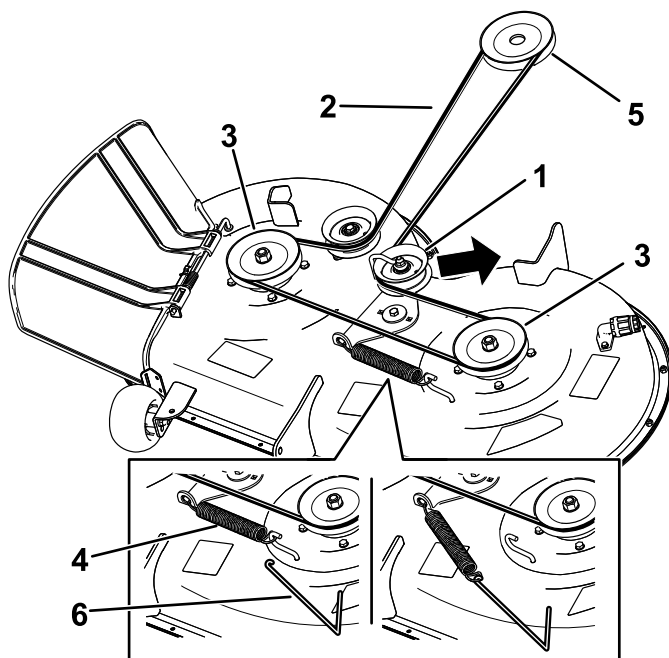

Bild 57
7. Entfernen Sie die Spannscheibenfeder mit einem Werkzeug zur Federentfernung (Toro Bestellnummer 92-5771) vom Mähwerkshaken, um die Spannung von der Spannscheibe zu nehmen, und rollen Sie den Riemen von den Spannscheiben (Bild 57).
8. Verlegen Sie den neuen Riemen um die Motor- und Mähwerkriemenscheiben (Bild 57).
9. Setzen Sie die Spannscheibenfeder mit einem Werkzeug zur Federentfernung (Toro Bestellnummer 92-5771) auf den Mähwerkshaken, um die Spannscheibe und den Mähwerkriemen zu spannen (Bild 57).